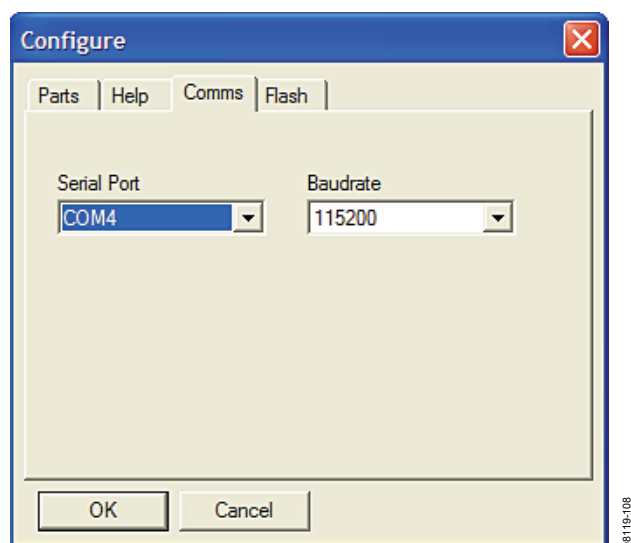

図 8. ダウンローダ用の COM ポートの選択
4. **Configure** をクリックして図 8の画面を表示します。
ダウンローダ・ファイルは、ISEB上のADuC7026マイクロコントローラ用に設定されていますが、**Comms**タブの**Serial Port**メニューを開いて、正しいCOMポートを選択し直す必要がある場合があります (図 8を参照)。COMポートを選択したら、**OK** をクリックして変更を確定し、メイン画面に戻ります。